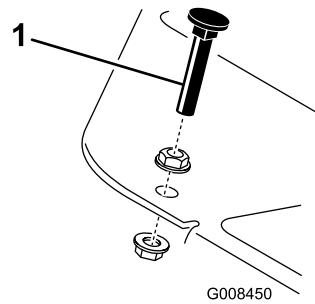

Figura 44
Pise el pedal de tracción. Si el pedal toca el tope (Figura 44) antes de que se note tensión en el cable, es necesario hacer un ajuste:
1. Afloje las contratuerzas con arandela prensada que fijan el tope del pedal a la chapa de suelo (Figura 44).